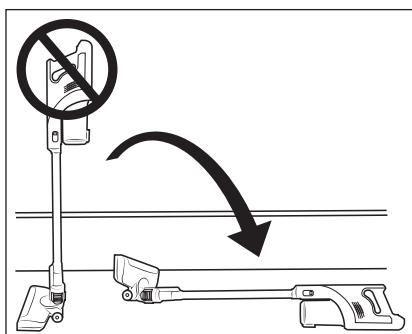

Fig. 9
- No deje la aspiradora en posición vertical cuando interrumpa el funcionamiento o quiera dejar de agarrarla, sino colóquela en el soporte mural 17 o pósela en el suelo en posición horizontal (consulte la fig. 9 y la 10). De lo contrario, podría caerse y dañarse debido a su alto centro de gravedad, así como potencialmente dañar otros objetos con su caída.